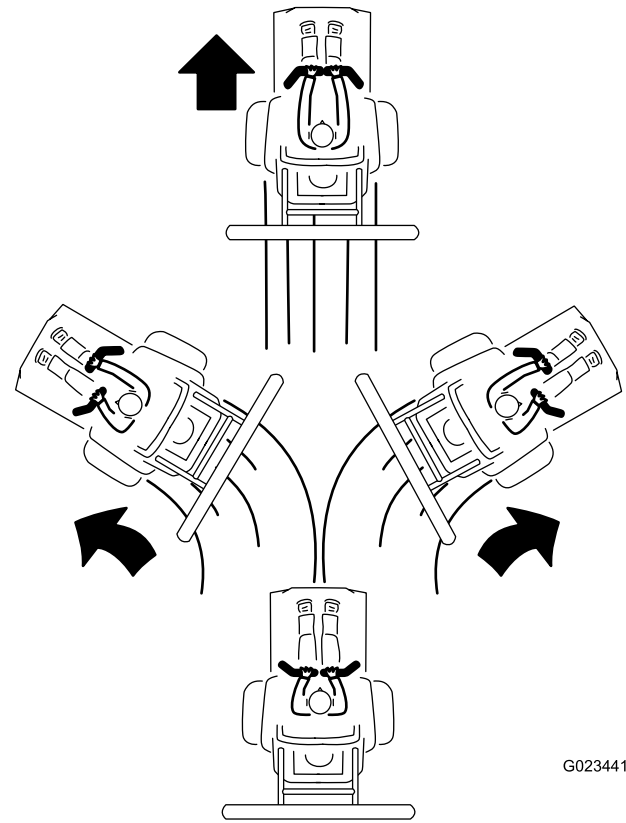

Figura 25
3. Para ir hacia adelante, empuje lentamente las palancas de control hacia adelante (Figura 25).